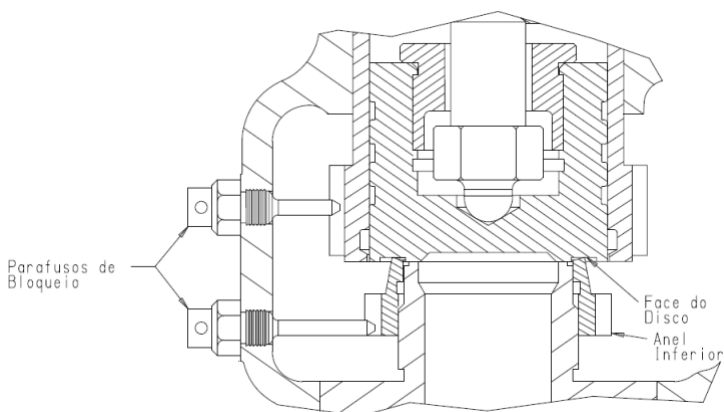

Figura 04
4. Mova o anel inferior (08) para cima (sentido anti-horário) até o contato com a face do disco (09) (Figura 04).
- 8.1.3** Anote a dimensão A, conforme Figura 04, esta informação será necessária para posicionar o parafuso de regulagem (24) quando da remontagem da válvula.